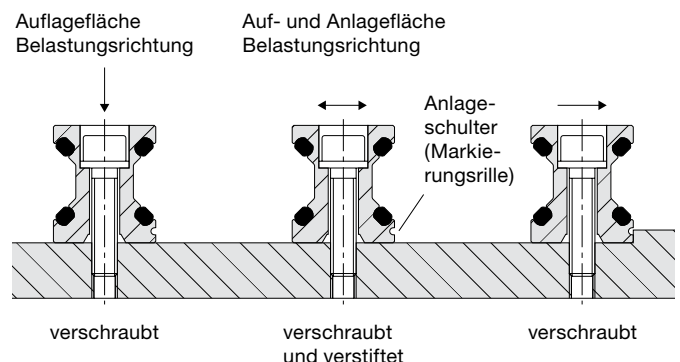

Abbildung 2: Befestigung Schienen
3. gegen eine Anlageschulter angelegt und verschraubt werden (Abbildung 2).